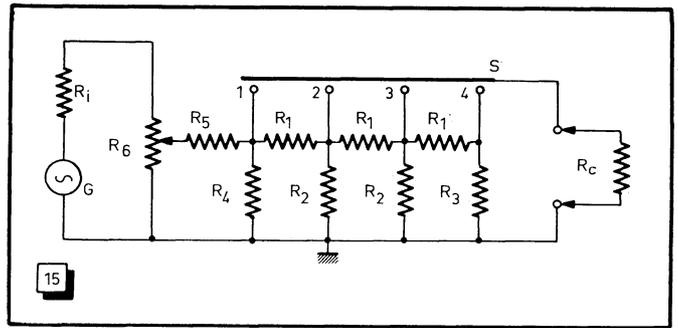
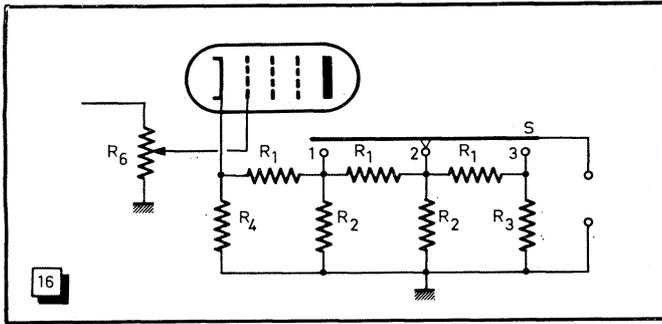
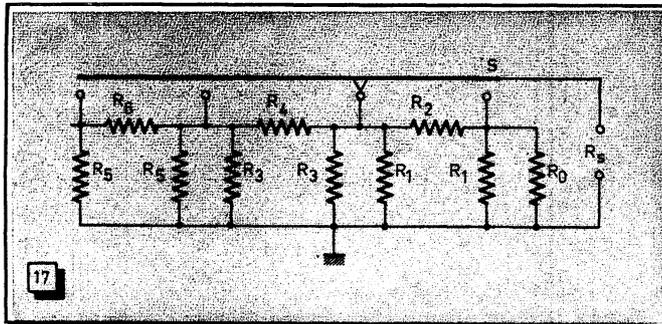

Fig. 15. — Schéma de principe d'un atténuateur commutable.
Fig. 16. — Un atténuateur commutable placé à la sortie cathodique d'un tube.
Fig. 17. — Un atténuateur commutable se calcule comme étant composé d'un certain nombre de cellules en π .
Lorsqu'il s'agit d'un atténuateur de sortie d'un générateur, par exemple, sa structure est généralement celle de la figure 15. Le problème consiste à assurer un certain nombre de paliers d'atténuation, à adapter, le mieux possible, la résistance de sortie R_1 du générateur à la résistance de charge R_c et à réaliser les conditions d'impédance constante aussi bien à l'entrée, côté générateur, qu'à la sortie. Toutes ces conditions étant parfois difficilement réalisables en même temps, on admet souvent quelques compromis.
Lorsqu'un atténuateur à plots est associé à un atténuateur progressif tel que R_6 (fig. 15), il est nécessaire que la valeur de R_6 soit du même ordre de grandeur que R_1 et qu'en même temps elle soit nettement plus faible (5 à 10 fois) que la résistance d'entrée de l'atténuateur. Pour satisfaire cette condition, on introduira une résistance telle que R_5 et on déterminera la valeur de R_4 en se servant de relations suivantes :
Si l'on fait $R_5 = 10 R_1$, on obtient $R_4 = \infty$, ce qui signifie que cette résistance peut être supprimée. L'inconvénient du schéma de la figure 15 est que l'impédance de sortie augmente par rapport à la valeur « nominale » sur les positions 1 et 2 du contacteur (surtout en position 1). Pour cette raison, on adopte souvent la solution de l'atténuateur progressif placé avant le tube final, par exemple comme l'indique la figure 16. La résistance de sortie du tube peut être toujours ajustée de façon à avoir la même valeur que R_c , en agissant sur R_4 . Dans ces conditions, le calcul de l'atténuateur se simplifie beaucoup, puisqu'il se trouve constitué par une suite de cellules symétriques.
Un atténuateur commutable peut être considéré, en effet, comme une juxtaposition de cellules en π , suivant le schéma de la figure 17, et pour le calcul duquel on peut considérer les choses de la façon suivante. Côté sortie ce réseau doit présenter une certaine résistance R_s , obtenue par la mise en parallèle d'une résistance telle que R_0 et de la résistance terminale R_1 du réseau, en tenant compte de toutes les autres résistances qui viennent en parallèle sur R_1 .
Etant donné que le schéma de la figure 17 est purement théorique et que la structure définitive et réelle est celle de
la figure 15, résultant de la mise en parallèle de R_1 et R_0 , de R_1 et R_3 , etc., et du remplacement de ces combinaisons par des résistances uniques, les deux façons d'aborder le problème conduisent au même résultat, ce qui apparaît d'ailleurs nettement si l'on compare les relations (46) à (48) et (51) à (53).
Si l'impédance terminale côté générateur est la même que l'impédance de sortie, le calcul se fait sans aucune complication. Si cette impédance terminale est différente, la dernière cellule ($R_5 - R_0 - R_6$ de la figure 17, par exemple) sera une cellule d'adaptation. On peut, d'ailleurs, adopter dans ce cas la disposition de la figure 16, qui aura l'avantage d'offrir une impédance identique pour toutes les positions de S . La cellule $R_2 - R_1 - R_4$ sera alors calculée de façon à réaliser l'adaptation en introduisant une atténuation minimale, à moins que la tension dont on dispose aux bornes de R_4 ne soit très supérieure à celle que l'on veut avoir en 1.
1. — Calculer l'atténuateur de la figure 16 à partir des données suivantes :
valeur que l'on trouverait également à l'aide de (51) et (52), en considérant que R_3 de la figure 16 résulte de la mise en parallèle de R_0 et R_1 de la figure 17.